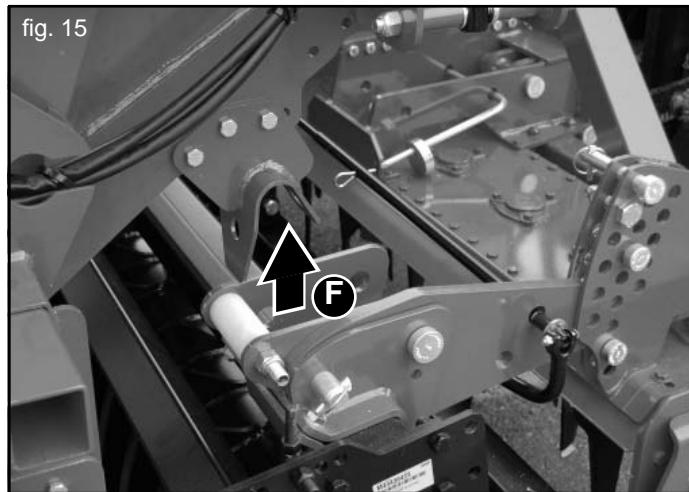

fig. 15
- 3) S'approcher avec le tracteur au semoir, en jouant sur le dispositif de levage, accrocher l'équipement dans les points prédisposés (F, Fig. 15).